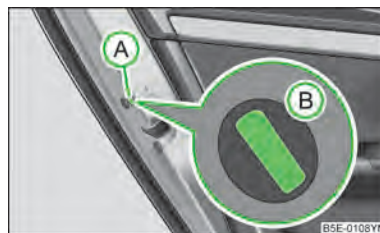

图 47
- 拆下饰盖 **A** ▶ 图 47。
- 将钥匙插入槽口 **B** ▶ 图 47 中并向车外转动。